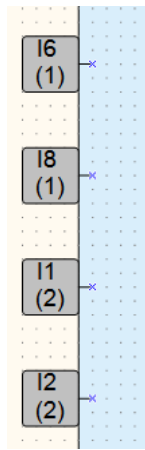

Рисунок 7.3 – Налаштування входів ПРМ
Після додавання модуля на полотні з'являться додаткові входи **I1... I8** і виходи **Q1... Q8**. У дужках вказується номер позиції встановленого модуля. Для прикладу на рисунок 7.3 входи **I6 (1)...** **I8 (1)** належать до модуля, встановленого у першій позиції, входи **I1 (2)** і **I2 (2)** належать до модуля, встановленого у другій позиції.